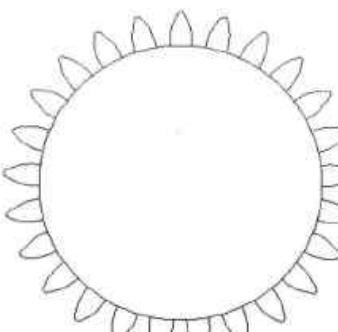

图12-47 删除线
**Step10** 将阵列后多余的线删除，其结果如图 12-47 所示。